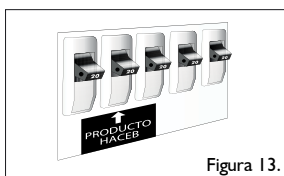

Figura 13.
- En la caja de control de energía eléctrica de la casa, identifique los breakers que controlarán el producto, márkelos con el nombre y finalmente conecte éste al tomacorriente. (Ver figura 13).